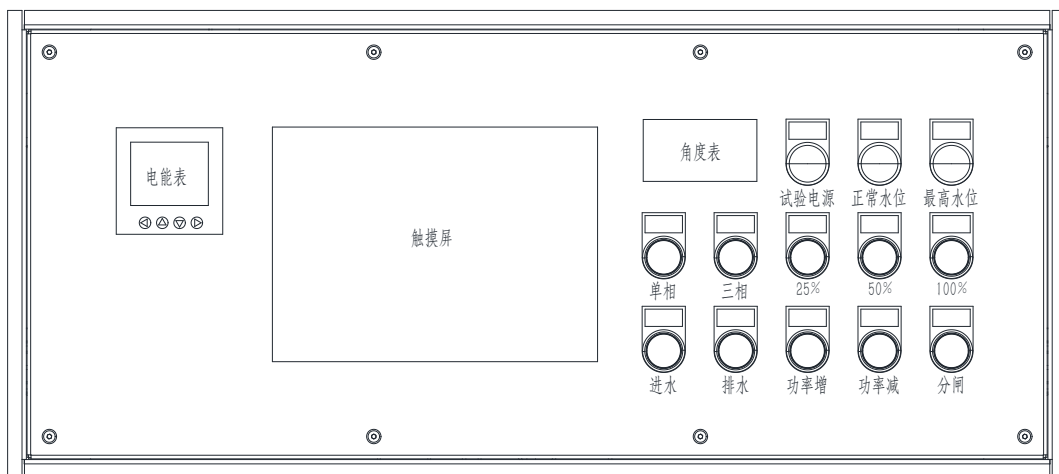
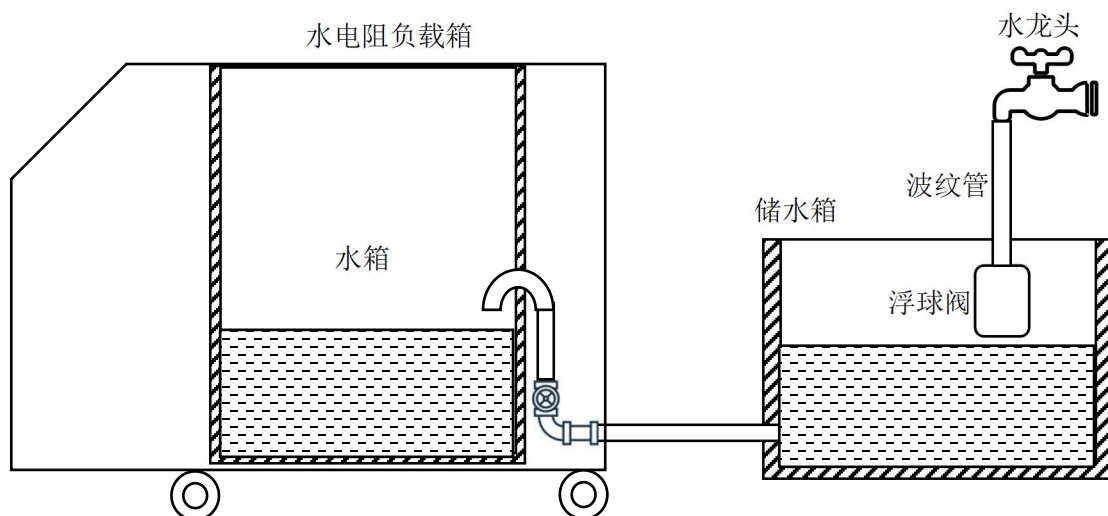

图 7 控制面板图
图 10 供水示意图
控制面板的外观如图 7 所示。各个设备的功能如下：
(1) 如图 10 所示，自备一个储水箱；用波纹管将浮球阀连接到水龙头上，并调节浮球阀的位置，使其位于储水箱的内部；
(2) 将钢丝进水管的一端连接到进水口上，另一端浸没在储水箱里；**注意：不要将硅胶排水管当成进水管使用，否则该水管会因为承受不住自吸水泵的负压而变形；**
(3) 打开水龙头，储水箱内部的水位上升至浮球阀的位置；
(4) 在图 7 的控制面板上按下进水按钮，进水按钮灯亮、进水泵运转，储水箱里的水被抽入水电阻负载箱内部的水箱中。正常水位指示灯亮之后，进水泵会自动停止。
(2) 在图 7 的控制面板上按下排水按钮，排水按钮灯亮、排水泵运转。
控制面板的仪表、指示灯和按钮布置如图 7 所示，各个设备的功能可参考第 4 节。